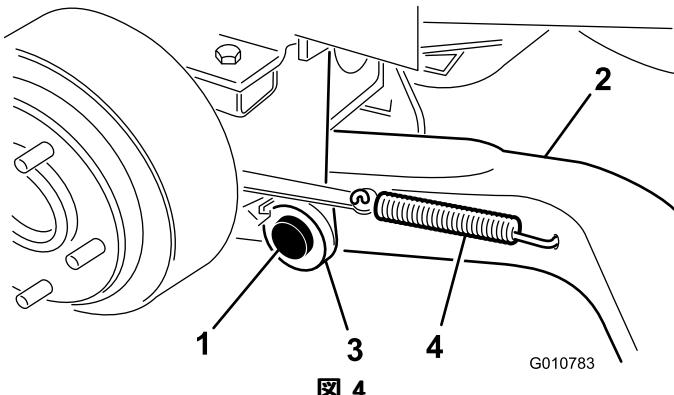

図 4
4. ピボットブラケットに、昇降アームを取り付ける（ボルトジョイント側の端部を外側に向ける）；ピボットピンとコッターピン (5/32 x 1-3/4 インチ) を使用する）（図 4）。
6. ブレーキリターンスプリングを昇降アームの穴に通す（図 4）。